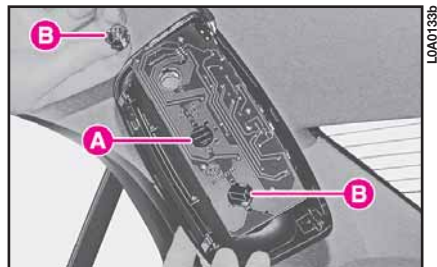

fig. 35
2) para sacar los portalámparas gírelos hacia la izquierda (fig. 35).